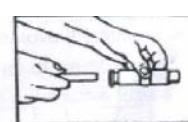

Рис.6
9.4. Извлечь направляющую крепежа из наконечника (см. рис.6).